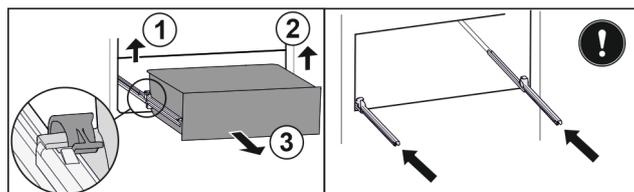

Fig. 111
- ▶ 提起左侧夹子，同时将抽屉左侧向前拉。 Fig. 111 (1)
- ▶ 提起右侧夹子，同时将抽屉右侧向前拉。 Fig. 111 (2)
- ▶ 朝前取出抽屉。 Fig. 111 (3)